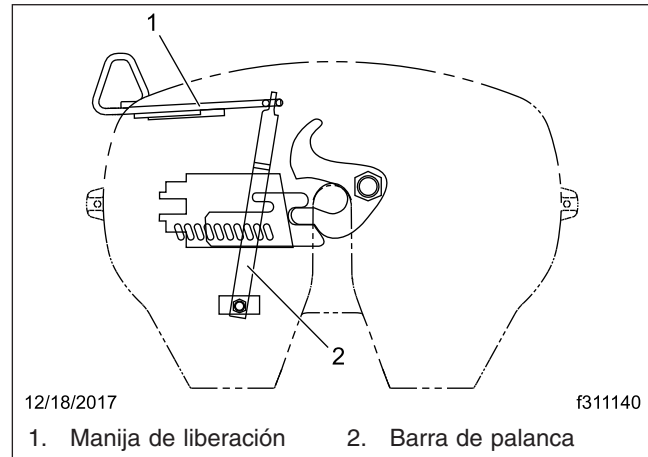

Figura 2, Alineamiento de la barra de palanca y de la manija de liberación
5. La barra de palanca y la manija de liberación deben estar alineadas correctamente. Vea la **Figura 2**. Compare el alineamiento de la palanca y de la manija de liberación con el alineamiento de una palanca y manija de liberación nuevas o con un conjunto que funcione correctamente. Reem-